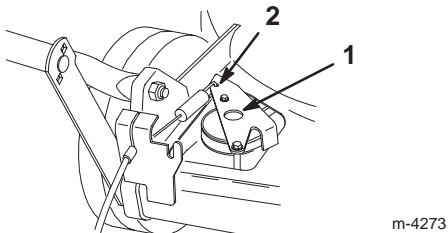

Figure 25
4. Appuyez sur la patte du câble d'autotraction jusqu'à ce qu'elle touche la tondeuse, puis maintenez-la en place (Fig. 25).